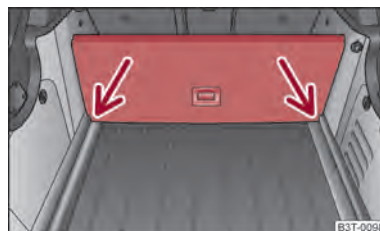

Fig. 75 Maletero: Dividir el maletero con piso de carga variable
- Levantar la parte con fijación tirando de la empuñadura y asegúrelo introdu- ciéndolo en las ranuras ⇒ fig. 75.